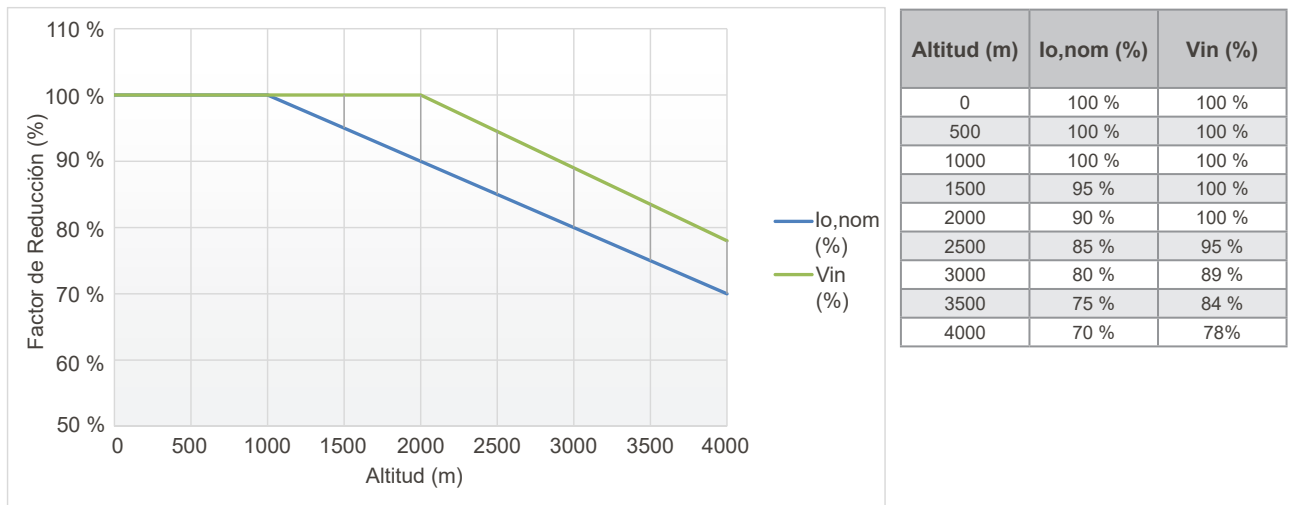

Figura 8.3: Reducción de la corriente en función de la altitud de instalación
La Figura 8.3 en la página 133 ilustra de forma gráfica las especificaciones de reducción de corriente de salida y la tensión de alimentación de acuerdo con la altitud.
- **FD_{al}**: Para una altitud de instalación de 1500 m, el factor de reducción es de $FD_{al} = 95 \%$ (ver la Figura 8.3 en la página 133).